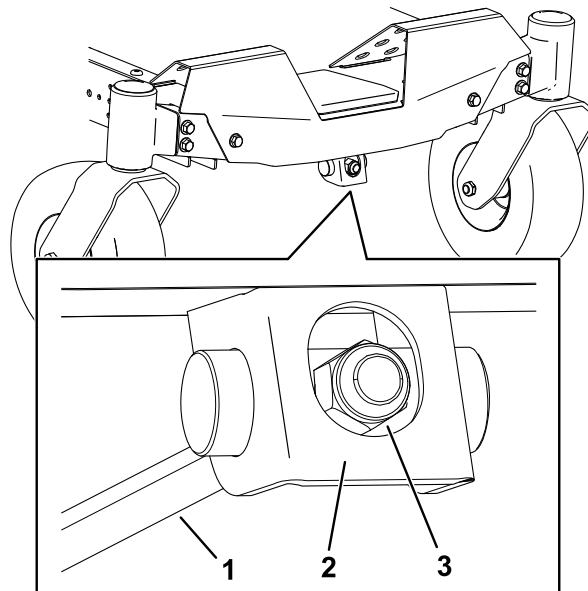

Figure 67
1. Tournez l'écrou de réglage à l'avant du tablier de coupe (Figure 67).